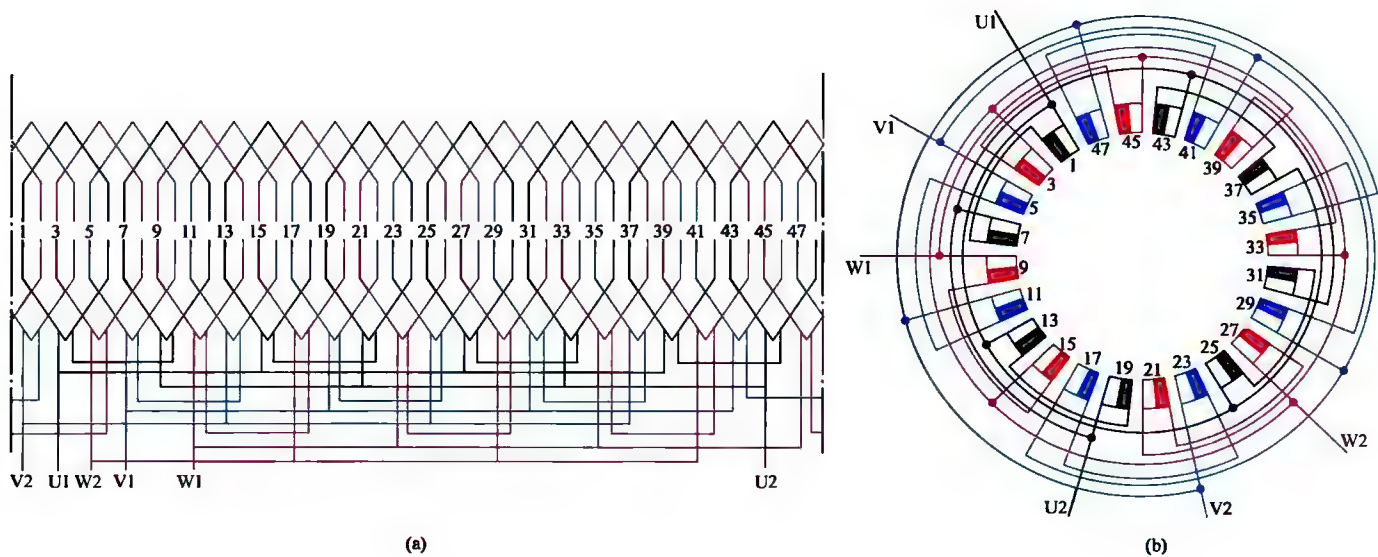

图 1-81 三相 8 极 48 槽单层链式绕组 4 路接法
81. 三相 8 极 48 槽单层链式绕组 4 路接法展开图与接线圆图 (见图 1-81)